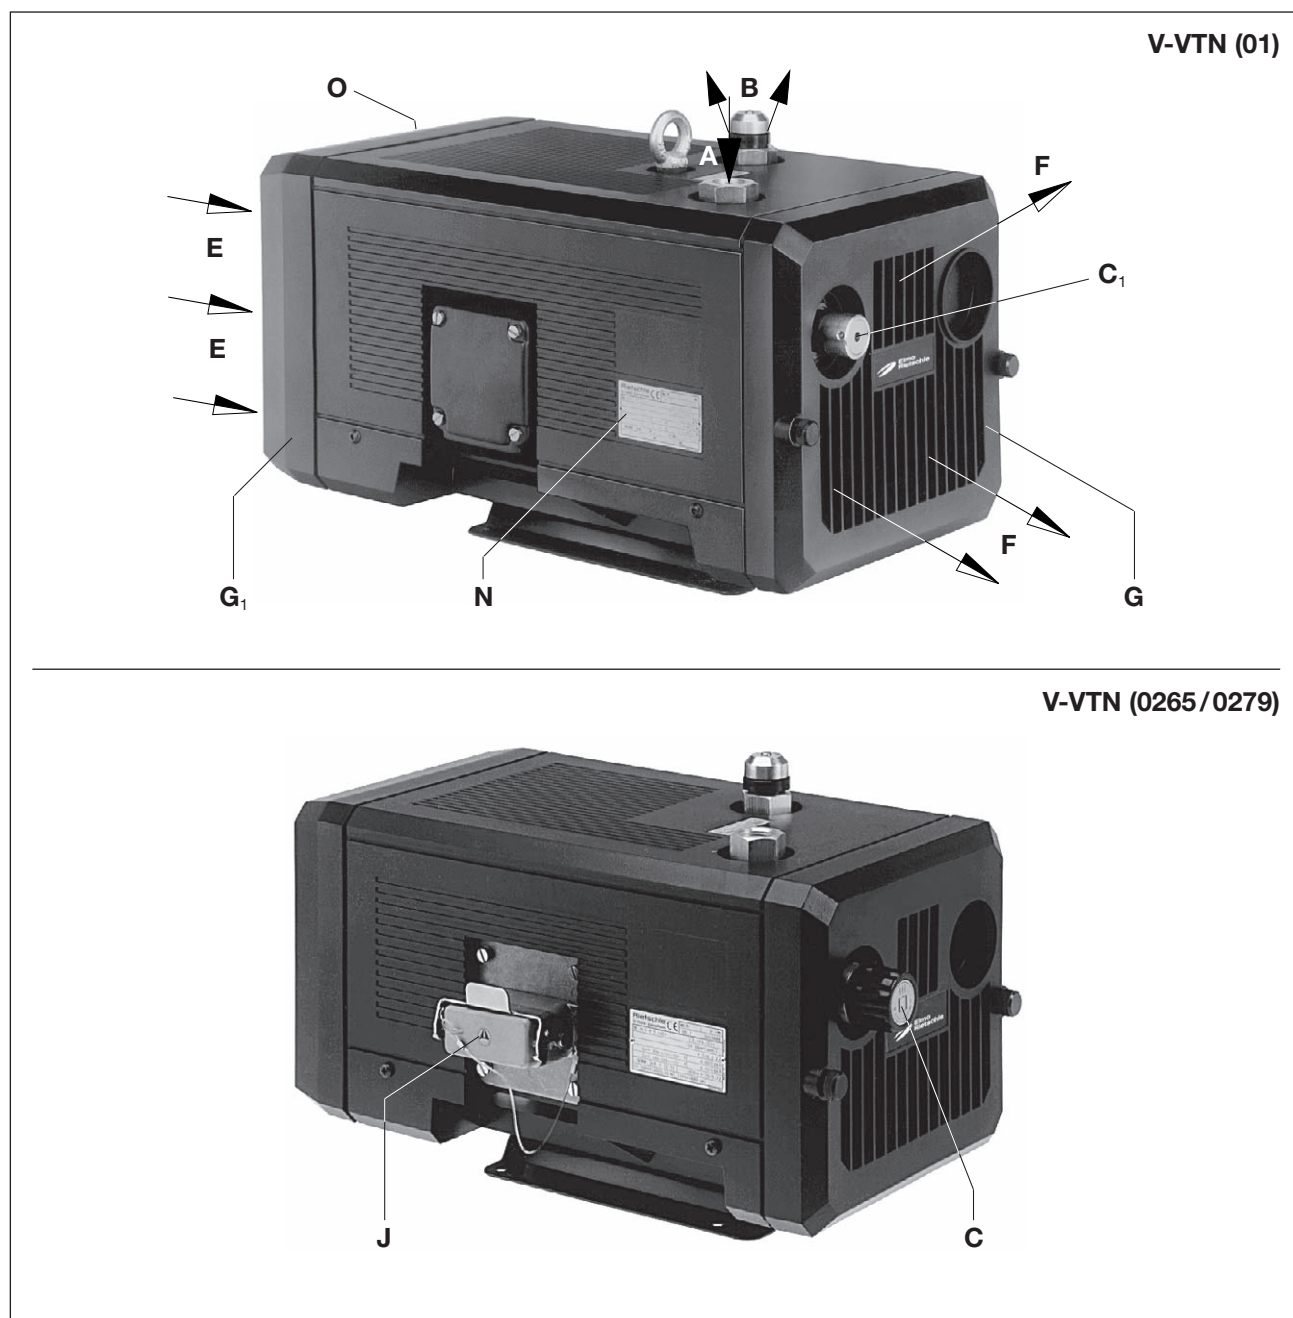
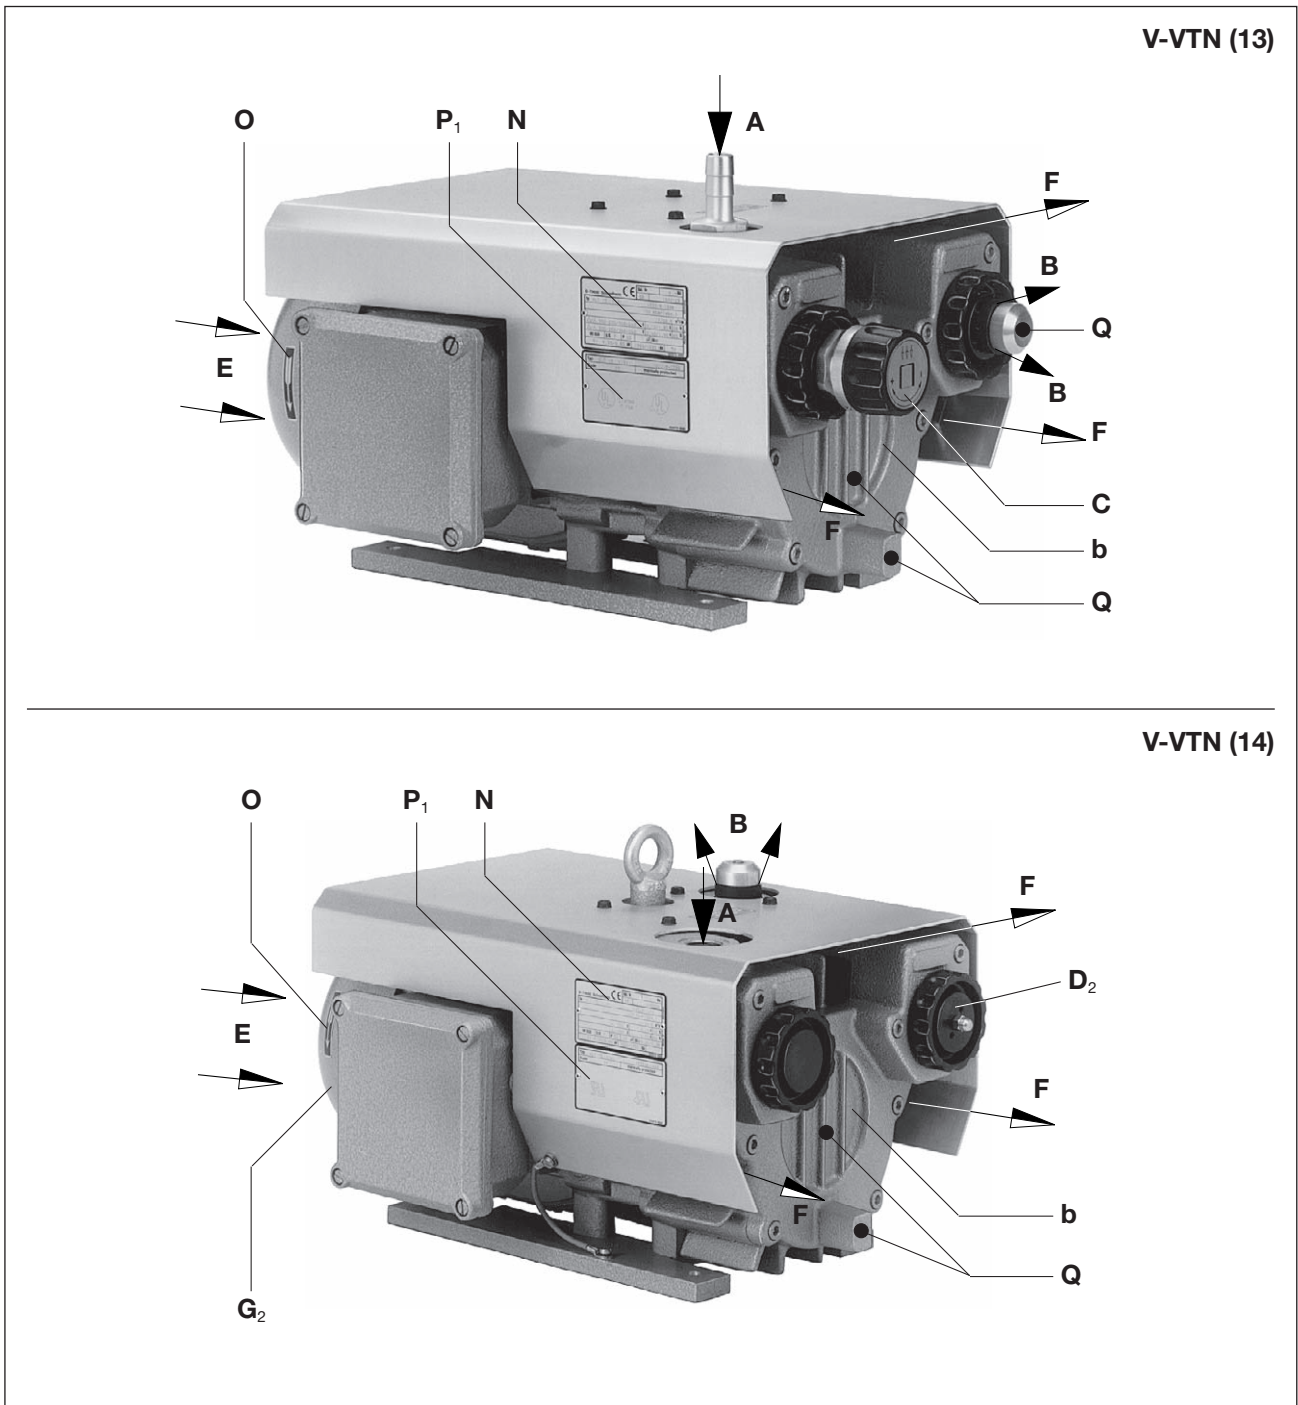

Fig. 2 Pompe à vide V-VTN (01) / V-VTN (02)
Fig. 3 Pompe à vide V-VTN (13) / V-VTN (14)
Le V-VTN (14) est doté côté surpression d'un clapet d'aération (fig. 3/D2).
Les exécutions V-VTN (02) et (13) ont en standard une valve de réglage du vide (fig. 2/C) qui permet le réglage du vide sur les valeurs (plafonnées) désirées.
Le démontage de la grille de refoulement (fig. 2/G), de la grille d'aspiration (fig. 2/G1) et du couvercle de corps (fig. 3/b) aux fins de maintenance nécessite un dégagement d'au moins 30 cm. Il convient également de veiller à ce que les entrées d'air de refroidissement (fig. 2/E) et les sorties d'air de refroidissement (fig. 2/F) soient au moins à 10 cm de la paroi voisine (l'air de refroidissement refoulé ne doit pas être réaspiré).
- a) Raccord du vide à (fig. 2/A).
Le réglage du taux de vide s'effectue en tournant le bouton de réglage (fig. 2/C) dans le sens indiqué par le symbole placé sur le bouton même.
- a) Les données électriques du moteur sont indiquées sur la plaque signalétique de l'appareil (fig. 2/N) ou sur celle du moteur (fig. 3/P1). Les moteurs sont conformes à la norme DIN EN 60034 et ils sont exécutés dans la classe de protection IP 55 et la classe d'isolation F. Le schéma de raccordement se trouve dans la boîte à bornes du moteur (ceci ne concerne pas les exécutions avec prise). Vérifier que les données électriques du moteur sont bien compatibles avec le réseau (type de courant, tension, fréquence, intensité admissible).
- b) Relier le moteur à la prise (fig. 2/J) ou au disjoncteur (pour sa protection) et bloquer le câble d'alimentation par un presse-étoupe. Nous recommandons un disjoncteur à coupure temporisée pouvant supporter une éventuelle surintensité. Lors d'un démarrage à froid, une éventuelle surintensité peut se produire momentanément.
En fonctionnement normal, les températures de surface pour les éléments (fig. 2/Q) peuvent dépasser les 70°C.
- ▷ Le sens de rotation préconisé de l'arbre d'entraînement est indiqué par la flèche d'indication du sens de rotation (fig. 2/O) située sur la bride du moteur.